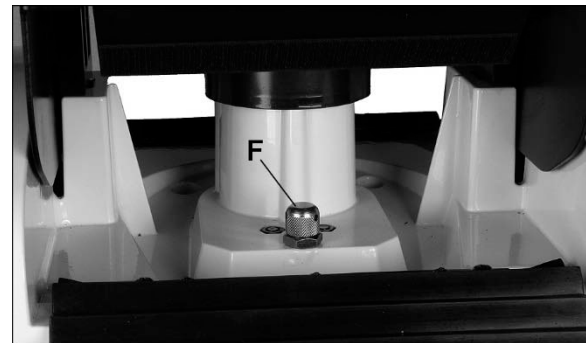

Рис. 16
3. Откройте задний щит и очистите участок вокруг маслосливной крышки. Открутите маслосливную крышку (F, Рис. 16) вручную и снимите пружину.